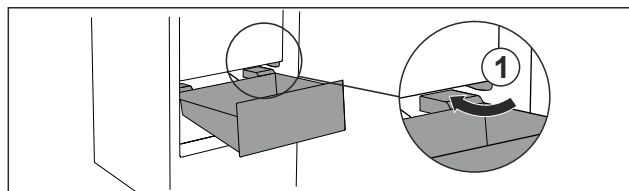

Fig. 106
- Futeni sirtarin pjerrtas në ndalues Fig. 106 (1).